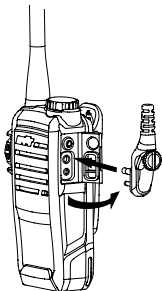

图7
- ① 揭开（不用取下）耳咪盖。
- ② 将耳机或麦克风插入耳机插孔，并拧紧螺钉，如图7所示。